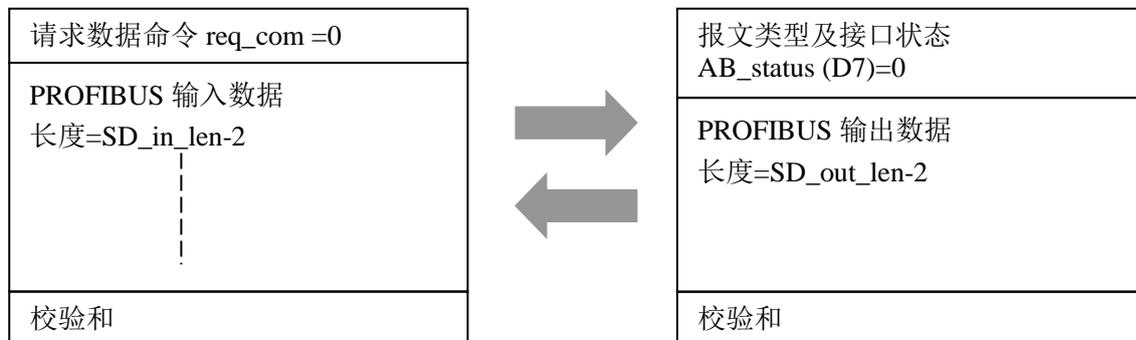

图 4-8 用户模板发一输入数据报文 req_com=0，接口板答一输出数据报文格式 A
(1) 用户模板不使用用户参数功能（即：初始化报文中 User_Prm_Data_Len=0）时，永远发请求 PROFIBUS 数据命令 req_com=0，接口板一定回答“输出数据报文 A”（包括：报文类型及接口状态 AB_status、PROFIBUS 输出数据、校验和）。见图 4-8，报文类型及接口状态 AB_status 见表 4-4。